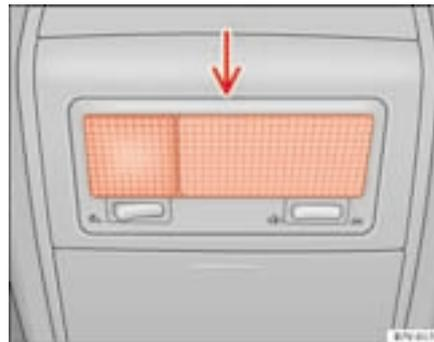

Abb. 170 Innenleuchte ▶
- Einen flachen Schraubenzieher oder einen ähnlichen Gegenstand zwischen Gehäuse und Glas (Pfeil) ⇒ Seite 256, Abb. 170 einführen und das Glas vorsichtig abnehmen.